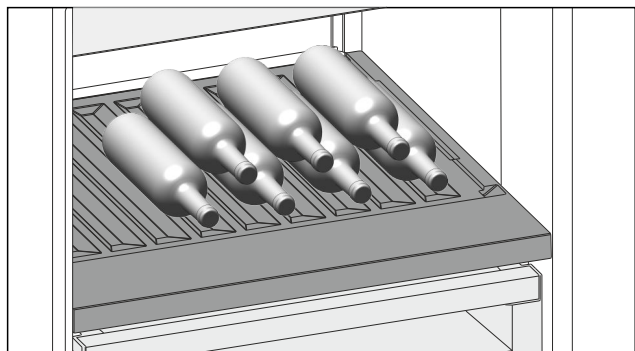

Fig. 206 例图
- ▶ 将瓶底向后对着后壁放入瓶子。(参见 Fig. 206)